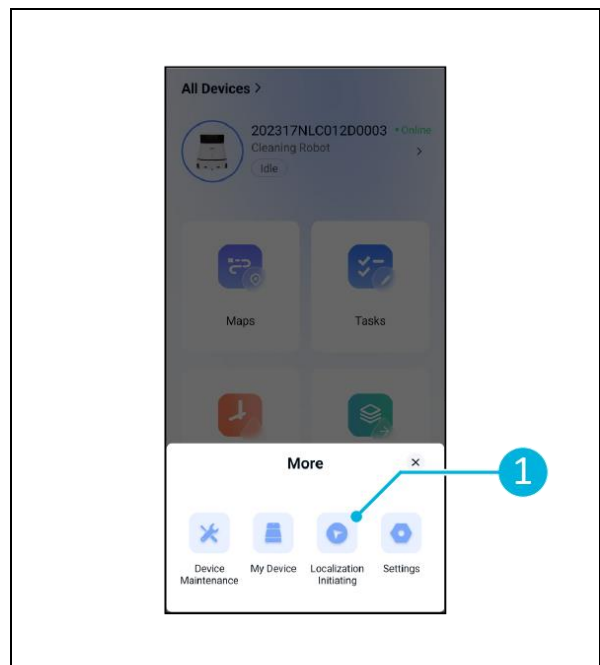

Figura 27
3. Selecione [\[Iniciar localização\]](#) (Figura 27, pos. 1).